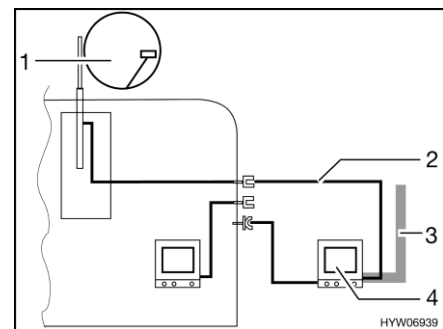

Bild 206 TV im Vorzelt
- TV im Vorzelt (Bild 206,4): Anschluss an Dachantenne (Bild 206,1) mit Verbindungskabel (Bild 206,2)
- TV im Vorzelt (Bild 206,4): Anschluss an externe Antenne (Bild 206,3)